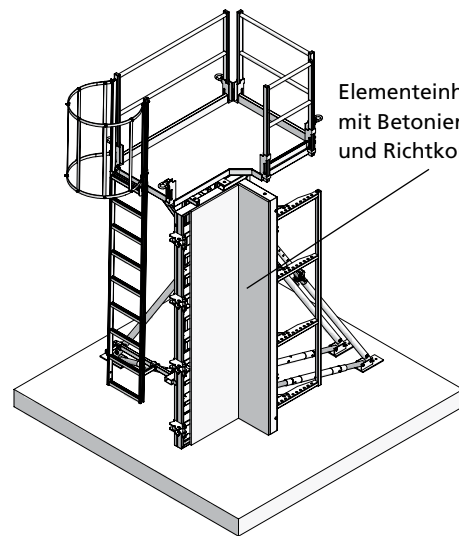

Abb. 10.3
2. Die Elementeinheit ohne Betonierbühne aufrichten und an die andere Einheit heben (Abb. 10.3).